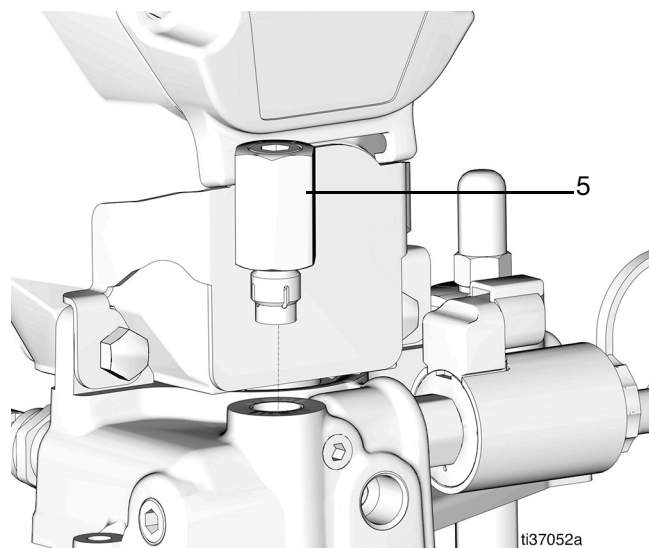

図 31
9. 圧力開放バルブカートリッジ (5) を取り外してください (図 31)。